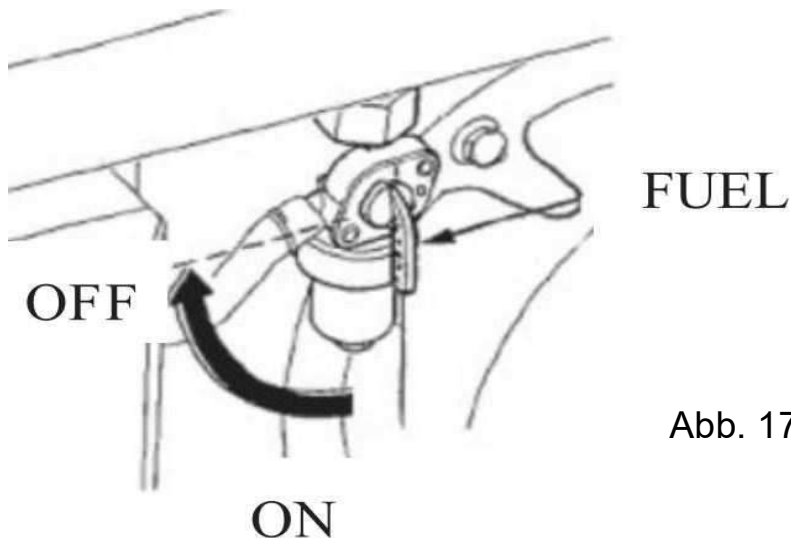

Abb. 17
2. Öffnen Sie den Kraftstoffhahn (Siehe S.26 Abb.17)